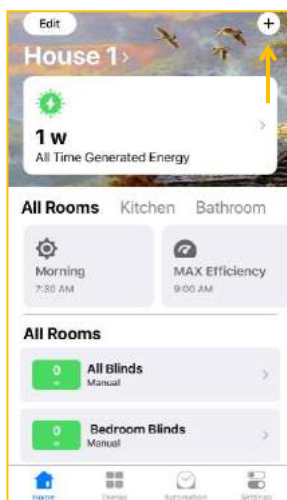

Abbildung 24
10.7.1. Auf das Zeichen **+** oben rechts tippen, um die Bedienung zu beginnen (Abb. 24).